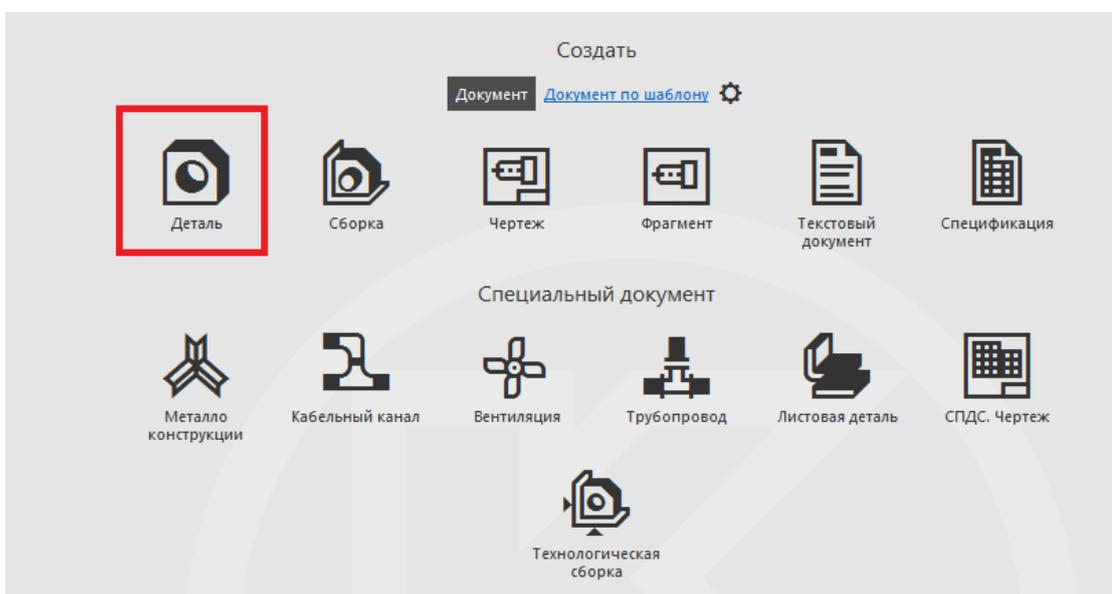

Рис. 5
1. В САПР КОМПАС-3D создаём документ «Деталь» (рис. 5).